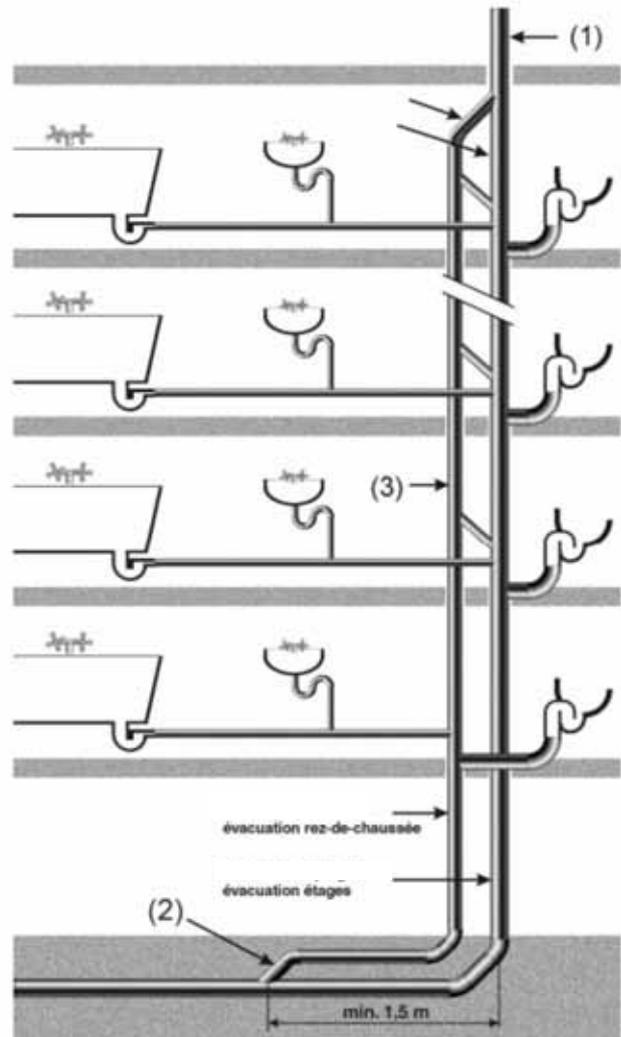

fig.3
La conduite verticale d'évacuation des eaux usées est aérée à son extrémité supérieure en allongeant celle-ci jusqu'à l'air libre avec le même diamètre [voir (1) sur *figure 3*].
On ne peut pas sous-estimer cette zone de pression pour des constructions élevées (plus de trois étages). Il est alors recommandé de raccorder la conduite du rez-de-chaussée ou même du premier étage (selon la hauteur de l'immeuble) au collecteur horizontal et ceci à 1,5m minimum au-delà du pied de colonne [voir (2) sur *figure 3*].
Via une conduite d'aération verticale [voir (3) sur *figure 3*] qui est installée à côté de la conduite d'évacuation verticale, l'air est amenée directement vers le raccord entre l'embranchement principal et la conduite d'évacuation verticale et/ou vers des points particuliers de la conduite d'évacuation verticale où on peut s'attendre à une surpression ou dépression.